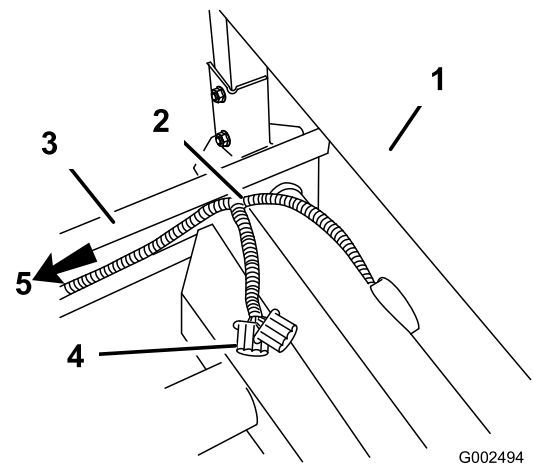

図 9
11. ROPS カバーのところ(座席アセンブリ後部)で、ハーネスを立ち上げてフレームの上に出し、。散布システム用の電源コネクタが車両下部から上に出るようにする(図 9)。
12. フレームに沿って新旧のハーネスを車両後部の速度センサーまで引きもどす(図 9)。
15. フレームに沿って新旧のハーネスを車両後部の速度センサーまで引きもどす(図 9)。